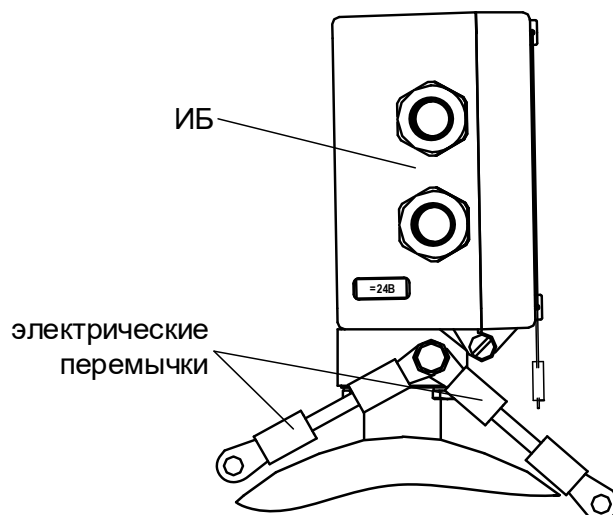

Рис.11. Электрические перемычки на ИБ расходомера.
3.6.3. Только при монтаже ЭМР в металлический трубопровод (рис.А.1, А.6, А.8, А.10 Приложения А), либо с использованием металлических фланцованных патрубков (рис.А.12 Приложения А) для обеспечения электрической цепи между ИБ и рабочей жидкостью следует присоединить электрические проводники (перемычки) сечением не менее 4 мм², закрепленные винтом на ИБ (рис.11), с ответными фланцами до и после расходомера.